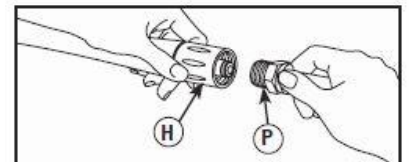

Fig. 10
4. Conecte la extensión de punta (P) a la pistola rociadora (H). Apriete con la mano. (See Fig. 10)